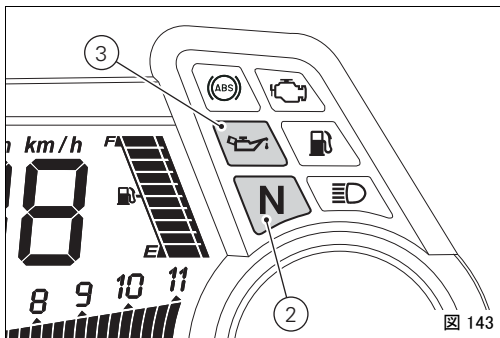

図 143
このコントロールの後は、グリーンライト N (2、図 143) と赤いライト (3) のみが点灯し残ります。